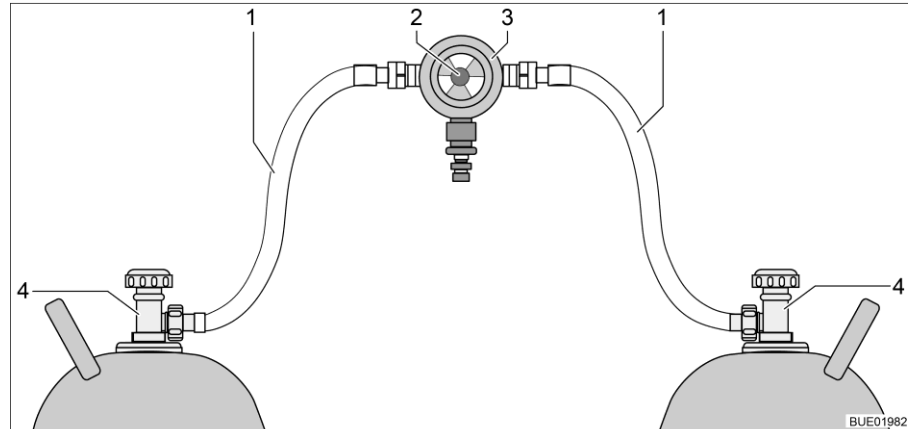
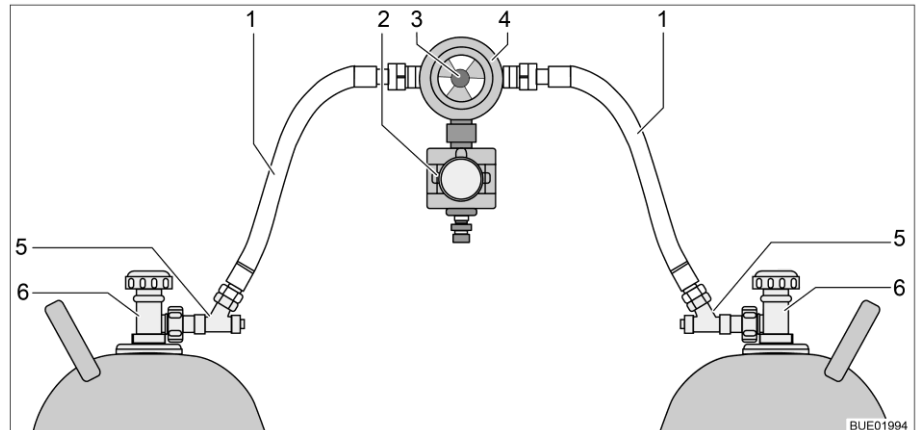

Fig. 112 Impianto di commutazione per bombole del gas
Fig. 113 Impianto di commutazione per bombole del gas con CPU
L'impianto di commutazione per bombole del gas è formato da un regolatore di pressione del gas combinato con valvola di commutazione e indicazione (Fig. 112,3). L'impianto di commutazione per bombole del gas è montato tra i due tubi del gas (Fig. 112,1).
L'impianto di commutazione per bombole del gas è formato da un regolatore di pressione del gas combinato con valvola di commutazione e indicazione (Fig. 113,4) e una elettrovalvola (Fig. 113,2). In caso di frenata brusca, incidente o inclinazione straordinaria, l'elettrovalvola blocca l'alimentazione del gas al veicolo. L'impianto di commutazione per bombole del gas è montato tra i due tubi del gas (Fig. 113,1) con dispositivi antirottura del tubo flessibile (Fig. 113,5).
L'impianto di commutazione per bombole del gas garantisce una pressione del gas costante, indipendentemente da quale bombola provenga l'alimentazione del gas. L'indicatore nella valvola di commutazione indica il livello di riempimento della bombola in uso. Se l'indicatore è verde, il rifornimento di gas viene fatto dalla bombola in uso. Quando l'indicatore è rosso, la bombola in uso è vuota. Il rifornimento di gas avviene poi tramite la bombola di riserva. Con la manopola (Fig. 112,2 o Fig. 113,3) sull'impianto di commutazione per bombole del gas è possibile stabilire quale delle bombole del gas viene utilizzata come bombola in uso e quale come bombola di riserva.
Sulla centralina di controllo (Fig. 114) possono venire azionate solo le funzioni elettriche. Le valvole principali di arresto delle bombole del gas (Fig. 112,4 o Fig. 113,6) devono essere aperte manualmente.
- Aprire le valvole principali di arresto delle bombole del gas (Fig. 112,4 o Fig. 113,6).
- Premere i dispositivi antirottura del tubo flessibile (Fig. 113,5) uno dopo l'altro per 10 secondi.
- Con la manopola (Fig. 112,2 o Fig. 113,3) sull'impianto di commutazione selezionare la bombola del gas, da cui deve provenire la principale alimentazione del gas (bombola in uso). Girare la manopola fino all'arresto.
- Chiudere le valvole principali di arresto delle bombole del gas (Fig. 112,4 o Fig. 113,6).